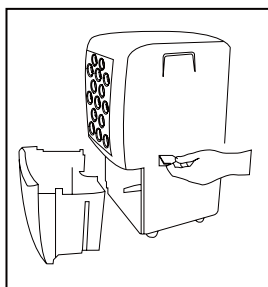

fig. 1
- Levante la aleta lateral ubicada en el lado derecho de la unidad, mirando desde el frente. (fig.1)